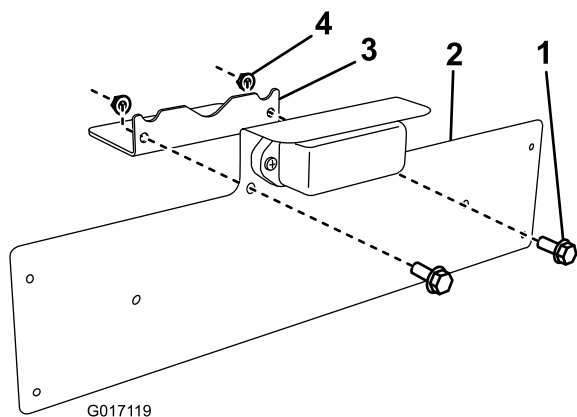

Figura 2
2. Instale o conjunto de luz e suporte na montagem utilizando dois parafusos flangeados de cabeça sextavada (5/16-18 pol.) e duas porcas de bloqueio (5/16 pol.) como se mostra em Figura 2.